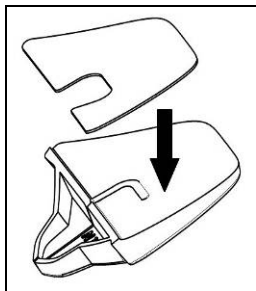

Fig. 3
- Appliquez l'adhésif double face fourni sur l'adaptateur en plastique sélectionné (fig. 3) ;